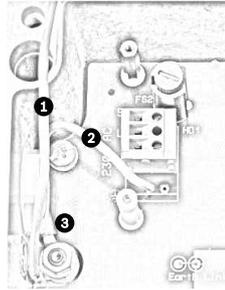

Figura 4.6 Entrada de alimentação com blindagem removida, mostrando o bloco de terminal HD1 antes das ligações eléctricas
11. Retire a porca de latão e a anilha de cobre do terminal de terra (item 3, *Figura 4.6*) e guarde-as.
13. Introduza o fio de terra do cabo de alimentação (item 2, *Figura 4.6*) na porção da ficha (tamanho M6, com certificação UL) do terminal de olhal e crave-a até ficar no sítio.